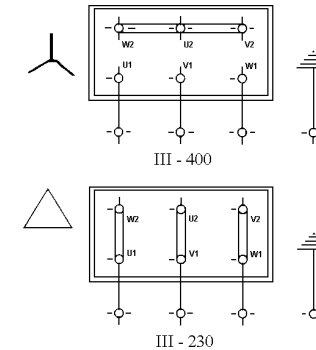

Figura 3 : Conexión trifásica
La protección del sistema se realizará con un interruptor diferencial (Ifn = 30 mA.). Si tiene que funcionar al aire libre, el cable de alimentación debe corresponder a la norma CEE(2) o bien al tipo H07 RN-F según VDE 0250. En los esquemas de la figura 3 se facilitan una correcta conexión eléctrica.